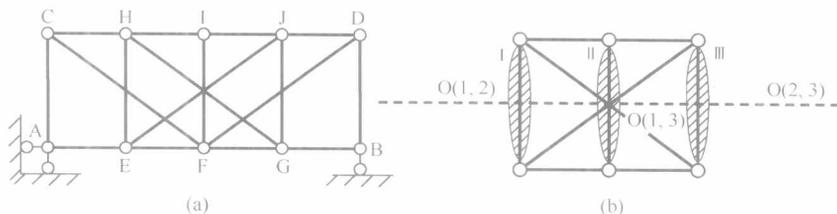

图 1.3-5
**【例 1-7】** 分析图 1.3-5(a)所示体系的几何组成。(5 分，东南大学，2004)
B—G 和 J—D—F，原体系可简化为图 1.3-5(b) 所示体系。选取三根竖杆作为刚片，联系三刚片之间的三铰共线，体系为瞬变体系。